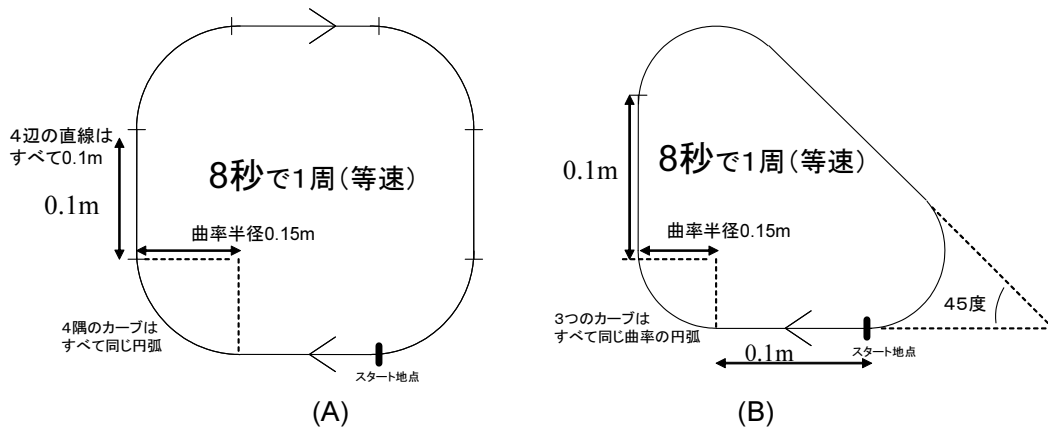

図 12: 計画軌道
以下の図 12 の (A) あるいは (B) の軌道を描くようプログラムを変更しなさい ((B) は少々面倒なので自信のない班はとりえあえず (A) に取り組むと良い)。なお、スタート後、延々と周回しつづける動作が良い。追加する個所は、(8) 式の記述の前あたりで良い。